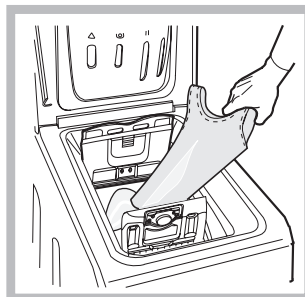

Fig. 3
После установки оборудования в требуемое положение верните рычаг в исходную позицию. Теперь стиральная машина прочно зафиксирована на месте (см. рис. 3).
C) ЗАГРУЗКА СТИРАЛЬНОЙ МАШИНЫ (рис. 3).